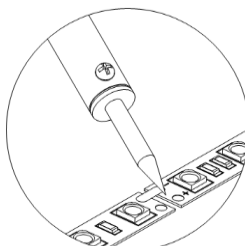

Рисунок 2.
5.4. Если необходимо соединить два отрезка ленты, следует совместить их и припаять перемычками соответствующие контактные площадки (необходимо соблюдать полярность «+» и «-») (см. Рисунок 2). При этом запрещается перегреть саму ленту и светодиоды (пайка паяльником при температуре не более 260°C, время пайки не должно превышать 10 секунд).